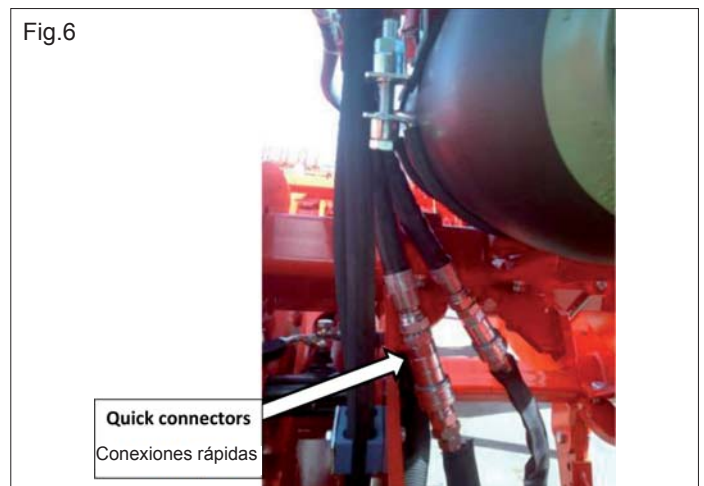

Fig.6
2. Con el equipo elevado del suelo (ningún contacto entre los dientes y el suelo), conecte la unidad acumuladores a la instalación de la máquina mediante las dos conexiones rápidas. Fig.6